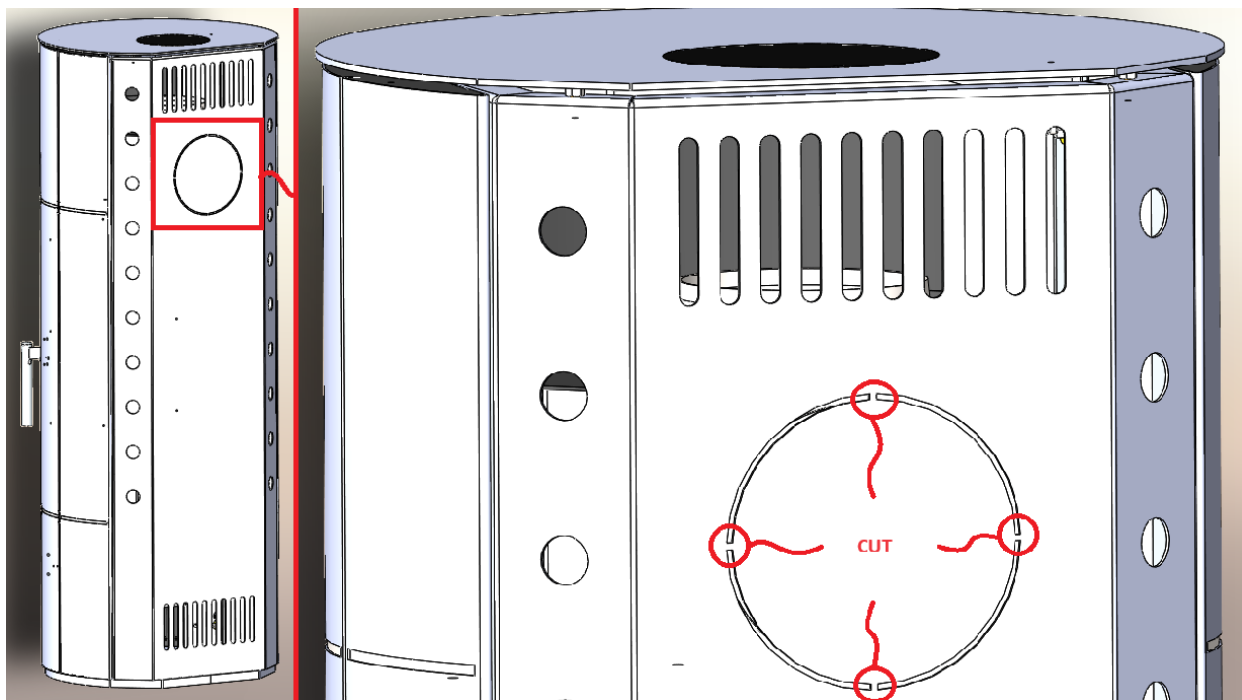

Abbildung 1 Schneiden von Mikrofugen an der Rückseite des Kamins
2. Abbildung 1 Schneiden von Mikroschweißverbindungen auf der Rückseite des Kamins	Seite 5
Bei der Installation des Gerätes sind alle lokalen Vorschriften einzuhalten, einschließlich derjenigen, die nationale und europäische Normen betreffen. Wir empfehlen eine Beratung mit dem zuständigen Schornsteinfeger. Die Kaminöfen werden auf Transportpaletten angeliefert, vorbereitet für den Anschluss an den Schornstein nach oben. Soll der Anschluss an den Schornstein von hinten erfolgen, muss der Abgasstutzen auf den hinteren Anschluss umgestellt und der Abgasdeckel auf die obere Position gesetzt werden (Abbildung 1 und 2).